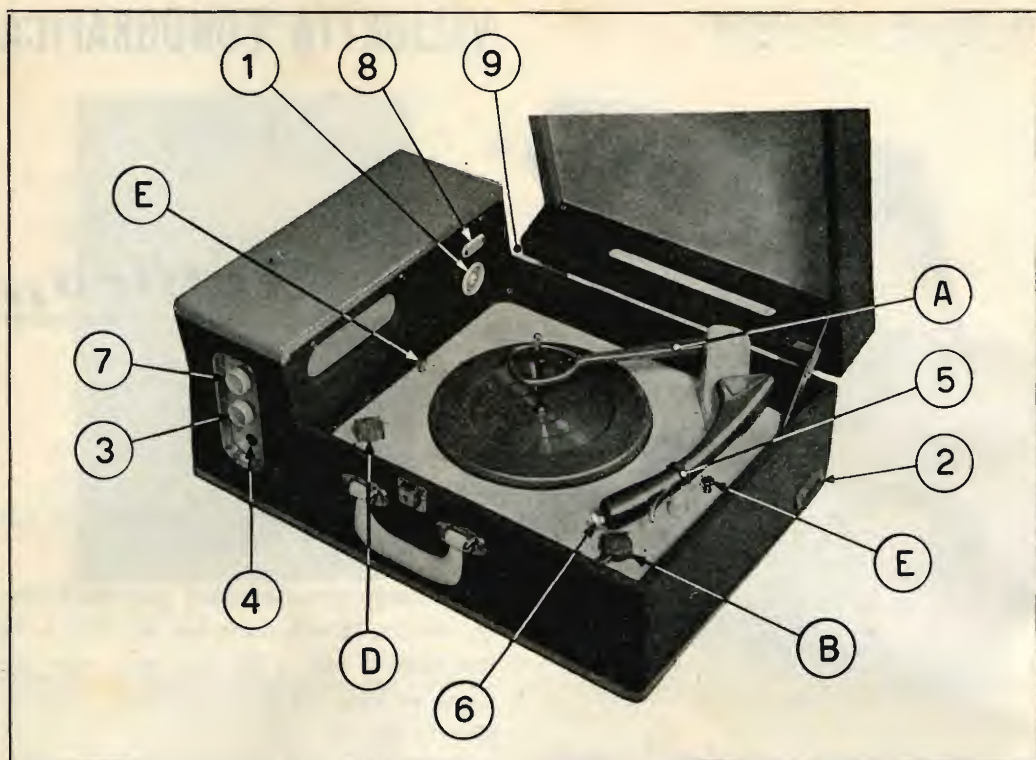

Fig. 1 - Disposizione dei comandi
Aperto l'apparecchio, **disporre il cambio tensioni (1)** (fig. 1) per la tensione di rete del proprio impianto o per quella di valore immediatamente superiore.
L'accensione dell'apparecchio si ottiene girando verso destra la manopola **(3)** (fig. 1) situata sul pannellino di comando a lato della maniglia. La gemma rossa **(4)** illuminandosi dà il segnale di apparecchio acceso.
Disporre il **selettore di velocità (D)** (figure 1 e 2) per la velocità corrispondente a quella dei dischi caricati sull'apparecchio e **ruotare la capsula rivelatrice** per mezzo della levetta **(6)** posta all'estremo del braccio rivelatore in modo che appaia l'indicazione MS o 78 a seconda che il disco da riprodurre sia del tipo Microsolco (16, 33 o 45 giri) o 78 giri.